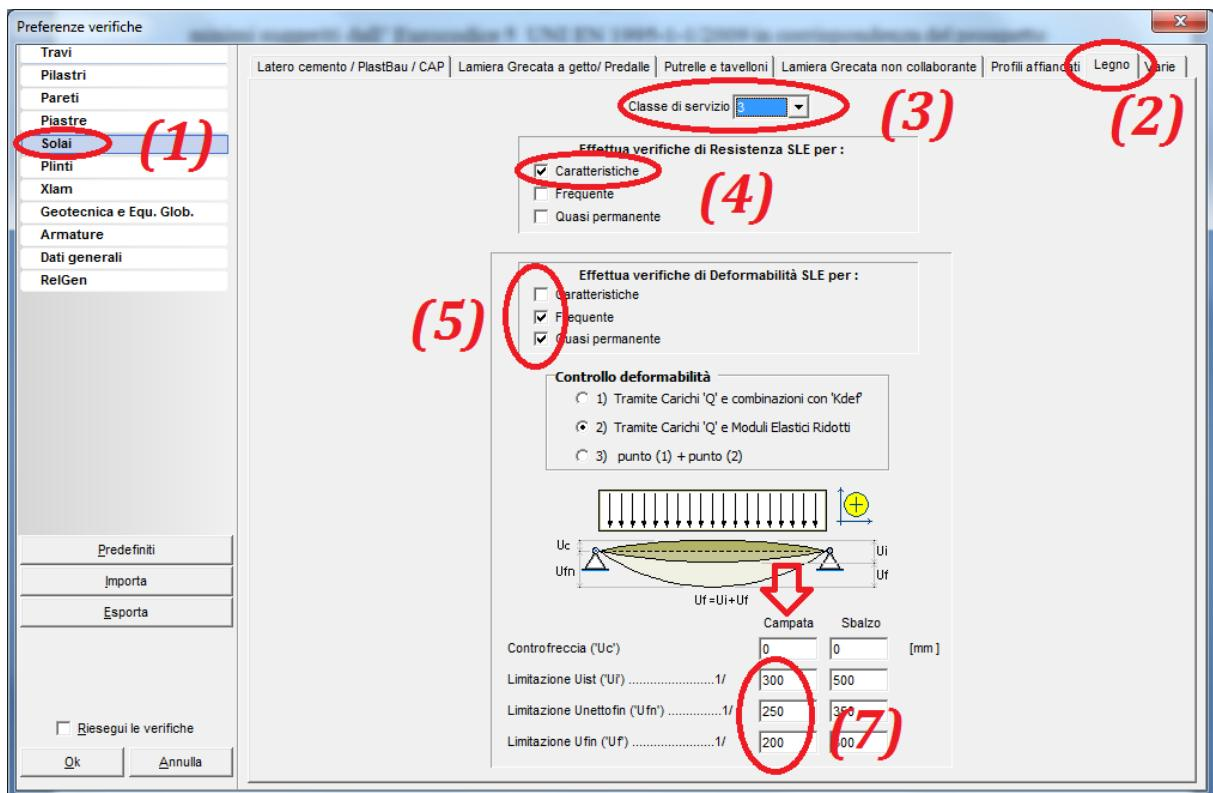

Figura 47
Con riferimento alla figura 47 attivare, adesso, la sezione “*Solai*” (1) e di seguito (2) la sezione “*Legno*”.